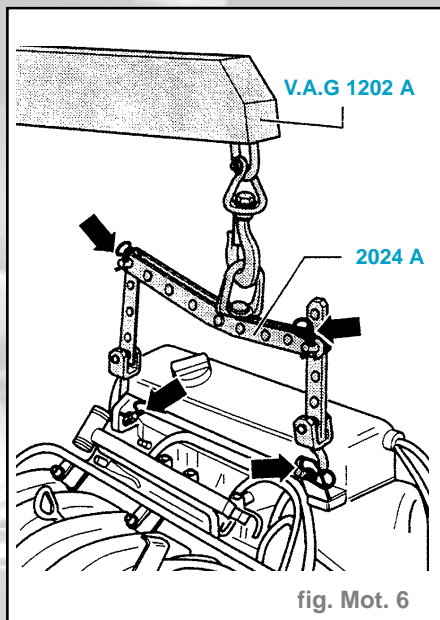

fig. Mot. 6
- **Moteurs ADR et AEB** (fig. Mot. 6)